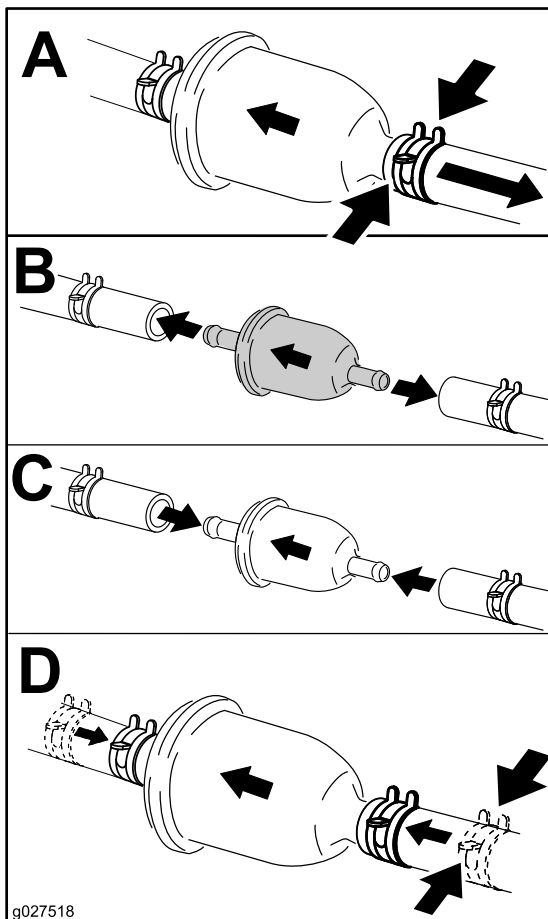

Figura 48
4. Cambie el filtro de combustible según se muestra en Figura 48.